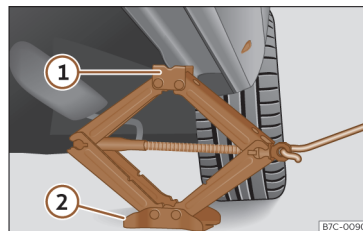

Fig. 207 Longarina: colocação do macaco do veículo.
- Rode a manivela do macaco, colocado por baixo do ponto de apoio da longarina, para levantá-lo até que o ressalto ① >>> **Fig. 207** se encontre por baixo do alojamento previsto.
- Alinhe o macaco de forma a que a patilha ① «encaixe» no alojamento previsto da longarina e que a placa base móvel ② fique apoiada no chão. A placa base ② deve ficar colocada na vertical relativamente ao ponto de apoio ①.